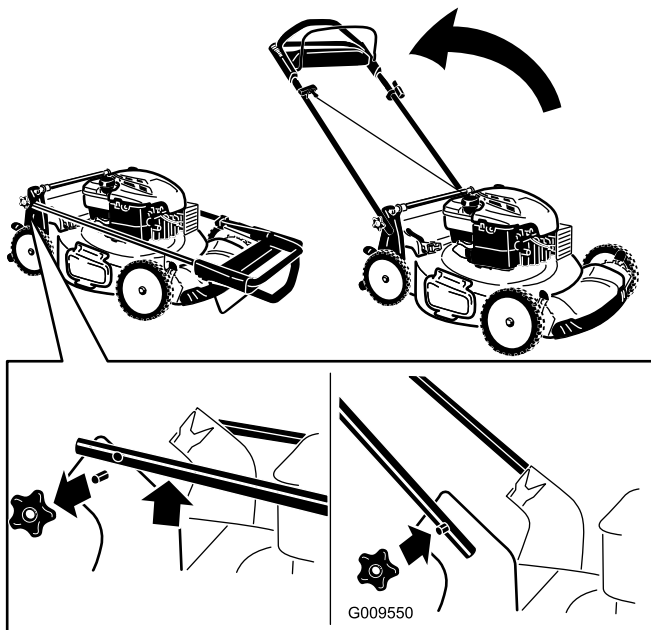

Figura 3
1. Retire os manípulos da estrutura da máquina (Figura 3).